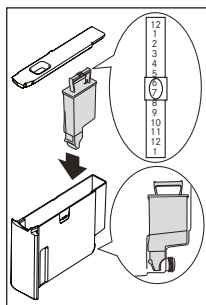

Fig. 37
- ▶ Deslice el puntero del indicador de fecha (ver Fig. 37) hasta que se visualicen los meses de uso (el filtro dura unos 2 meses).
- ▶ Introduzca el filtro en el depósito de agua y presiónelo hasta el fondo del depósito (ver Fig. 37).